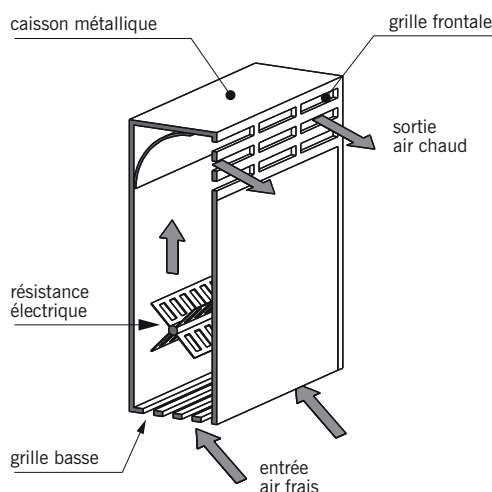

fig. 17.3
■ **Le convecteur ou radiateur électrique** (fig. 17.3) : appareil de chauffage constitué d'un caisson métallique comportant des ouvertures hautes et basses. Des résistances électriques, placées à la base du caisson, réchauffent l'air environnant. Celui-ci s'échappe par les orifices supérieurs tandis que de l'air plus frais pénètre par le bas. Ce mouvement d'air naturel est basé sur le phénomène de **convection** : l'air chauffé se dilate, devient plus léger et s'élève cédant la place à l'air frais plus dense.